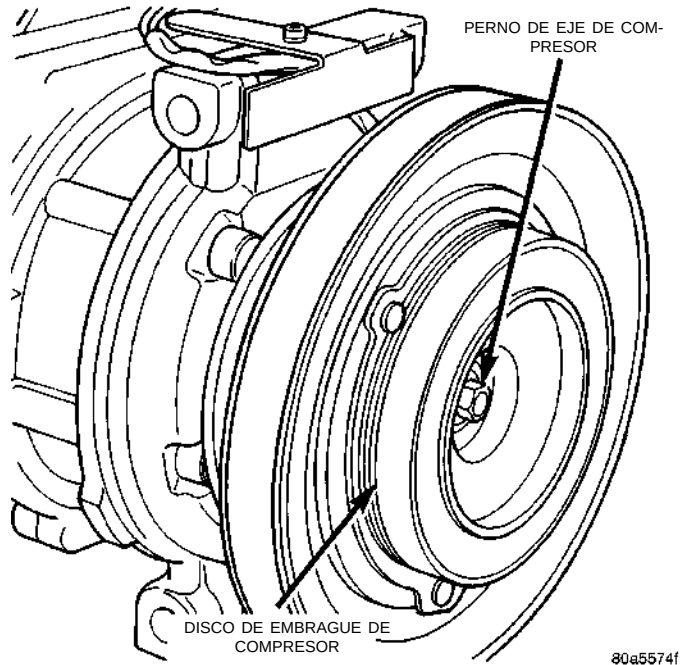

Fig. 23 Perno de eje y disco de embrague de compresor
- (1) Retire el perno del eje del compresor (Fig. 23). Puede colocarse una herramienta de desmontaje de filtro de aceite del tipo de banda alrededor del disco del embrague para poder retirar los pernos con mayor facilidad.